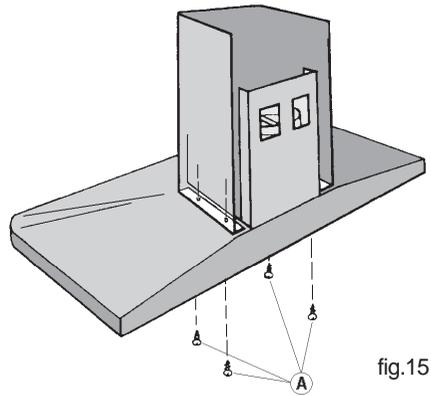

fig.15
8. Rabaissez la cheminée inférieure en la posant délicatement et fixez-la au moyen de 4 vis en manoeuvrant de l'intérieur de la hotte (fig. 15).
6. Rabaissez la cheminée inférieure en la posant délicatement et fixez-la au moyen de 4 vis en manoeuvrant de l'intérieur de la hotte (fig. 15).